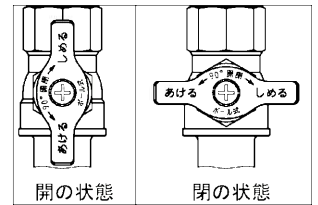

図5
- ①ボール止水栓のハンドルを反時計回りに90°回すと開栓します。ハンドルの向きは、流水方向と同軸上になります。(図5参照)
- ②ハンドルを時計回りに90°回すと閉栓します。ハンドルの向きは、流水方向と垂直になります。(図5参照)